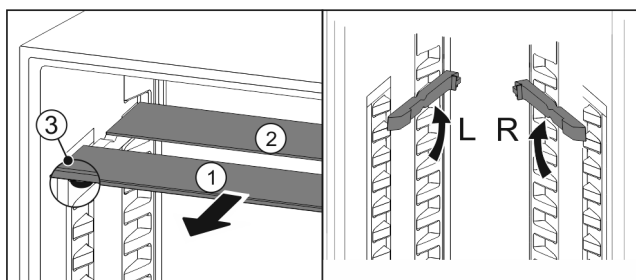

Fig. 57
- Retire las planchas de cristal individualmente hacia delante Fig. 57 (1).
- ▷ La placa de vidrio Fig. 57 (1) con moldura está situada delante.
- ▷ Los topes Fig. 57 (3) miran hacia abajo.